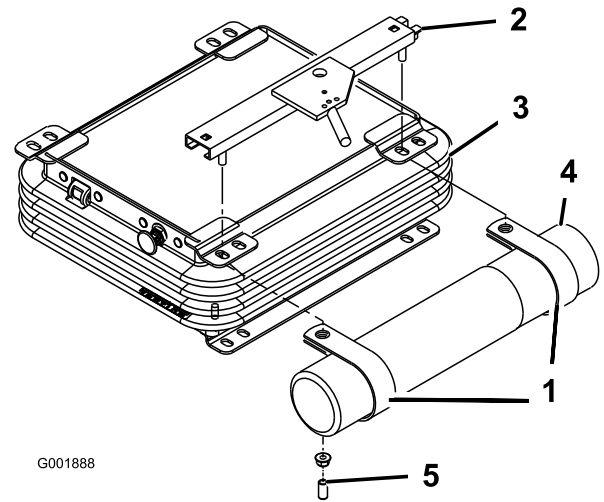

Figure 7
4. Placez le tube de rangement du manuel dans les colliers en R et serrez les écrous (Figure 7).
2. Retirez les 2 écrous et capuchons en vinyle (le cas échéant) qui fixent le support de siège supérieur au côté gauche de la suspension du siège (Figure 7).
3. Montez les colliers en R sur les goujons du support de siège au moyen des 2 écrous retirés précédemment, mais sans les serrer (Figure 7). Les colliers en R doivent être placés sous les languettes de la suspension.